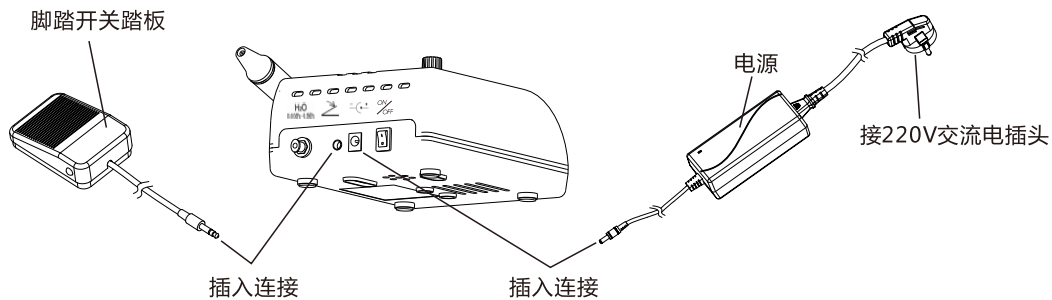
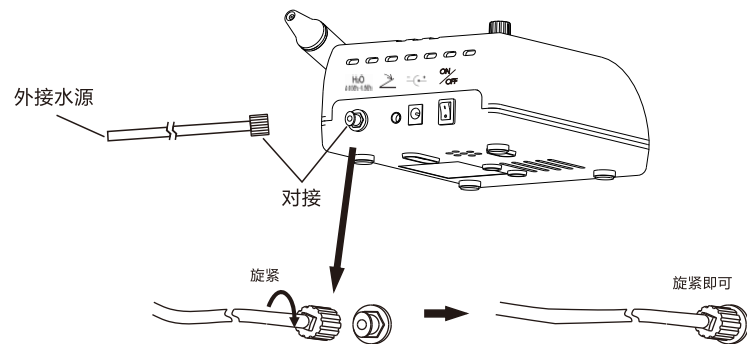

图2 脚踏开关、电源与主机连接
图3 水路安装与连接
- (1) 打开包装，根据装箱单检查本设备各物件是否齐全。
- (2) 从包装盒中取出主机，将主机正对操作者放在稳固的平面上。
- (3) 将水量调节旋钮按图标所示旋至较大（见3.5【注1】），振动强度调节旋钮按图标所示旋至适当位置，切勿拧过头造成损坏。
- (4) 将脚踏开关插头插入脚踏开关插座（如图2）。
- (5) 将水管的一端接进水口，另一端与纯净水源相接（如图3）。
- (6) 用扳手将工作尖紧固在手柄上。
- (7) 将电源输出端与主机相连，再插电源输入端插头（如图2）。
- (8) 按下主机上的电源开关，此时电源指示灯发亮。